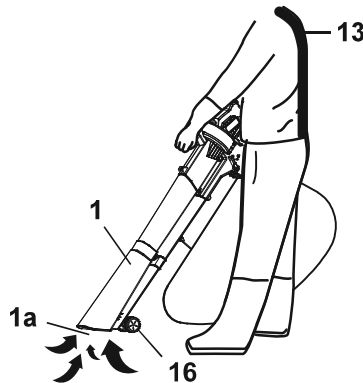

Fig. 11
1. Sujete siempre el producto por la empuñadura principal (7) y la empuñadura delantera (4).
2. Enganche el arnés (13) en la argolla para colgar (5) y llévelo colgado en el hombro.
3. Coloque el producto frente a usted. Utilice los rodillos de guía (16) para guiar la boquilla (1a) del tubo inferior del aspirador (1) a lo largo del suelo para recoger las hojas (Fig. 11).